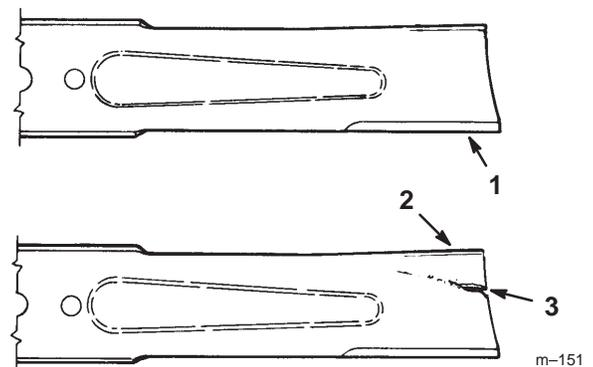

Figure 33
1. Inspectez les tranchants des lames (Fig. 33). Si elles ne sont pas tranchantes ou si elles présentent des indentations, déposez et aiguiser les lames (voir Aiguisage des lames, page 35).
2. Inspectez les lames, surtout la partie incurvée (Fig. 33). Remplacez immédiatement toute lame endommagée, usée ou qui présente une entaille (repère 3 de la Fig. 33).